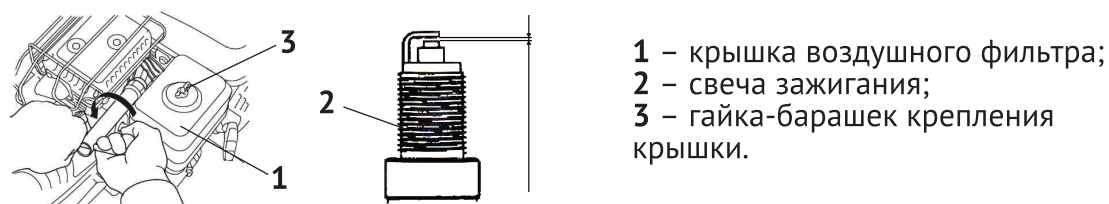

рис.8
- рекомендуется проверить величину межэлектродного зазора, который должен составлять 0,7-0,8 мм (рис.8). При существенном отклонении величины зазора от указанной, необходимо его отрегулировать (восстановить) или заменить свечу;